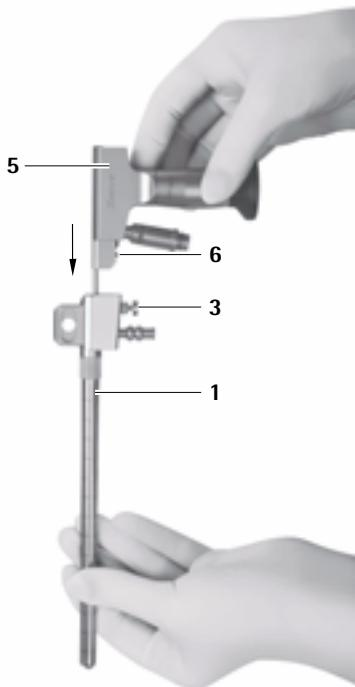

Abb. 2
- Endoskop 5 im MINOP inVent-Trokar 1 verriegeln, siehe Abb. 2.